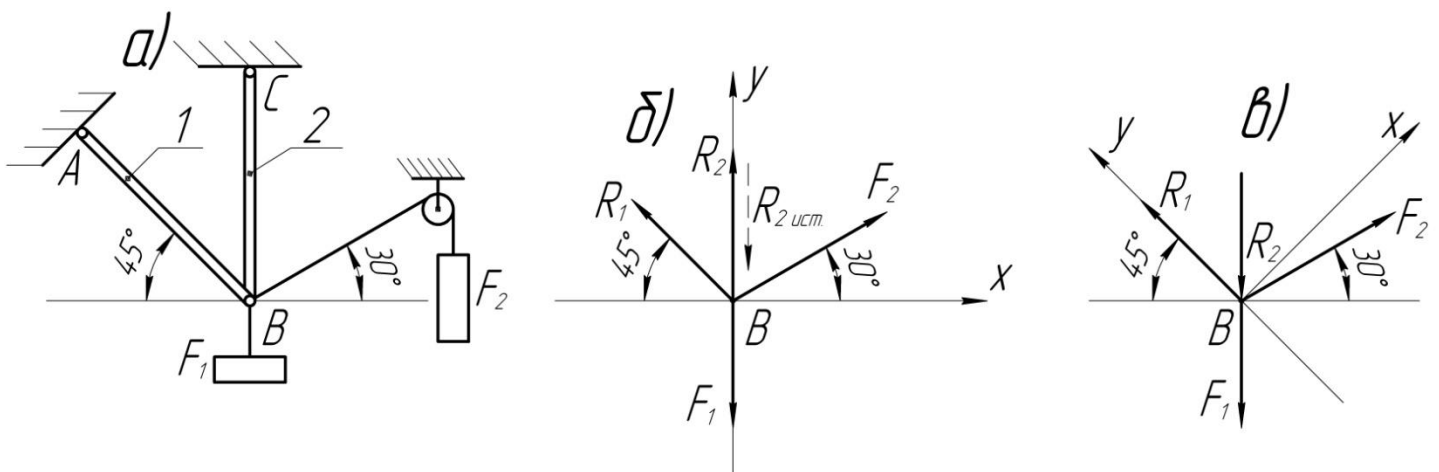

Рисунок 6
Пример 1. Определить реакции стержней, удерживающих грузы $F_1 = 70$ кН и $F_2 = 100$ кН (рис. 6, а). Массой стержней пренебречь.
1. Рассматриваем равновесие шарнира B (рис. 6, а).
2. Освобождаем шарнир B от связей и изображаем действующие на него активные силы и реакции связей (рис. 6, б).
3. Выбираем систему координат, совместив ось Y по направлению с реакцией R_2 (рис. 6, б), и составляем уравнения равновесия для системы сил, действующих на шарнир B :
Знак минус перед значением R_2 указывает на то, что первоначально выбранное направление реакции неверное – следует направить реакцию R_2 в противоположную сторону, т.е. к шарниру B (на рис. 6, б истинное направление реакции R_2 показано штриховым вектором).
5. Проверяем правильность полученных результатов, выбрав новое расположение осей координат x и Y (рис. 6, в). Относительно этих осей составляем уравнения равновесия: